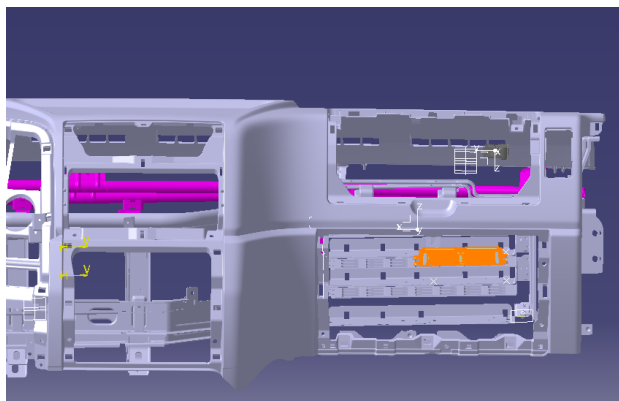

图 5.3
- 4) 取下缓速器支架带控制器总成，拆掉控制器固定螺栓。（如图5.3）